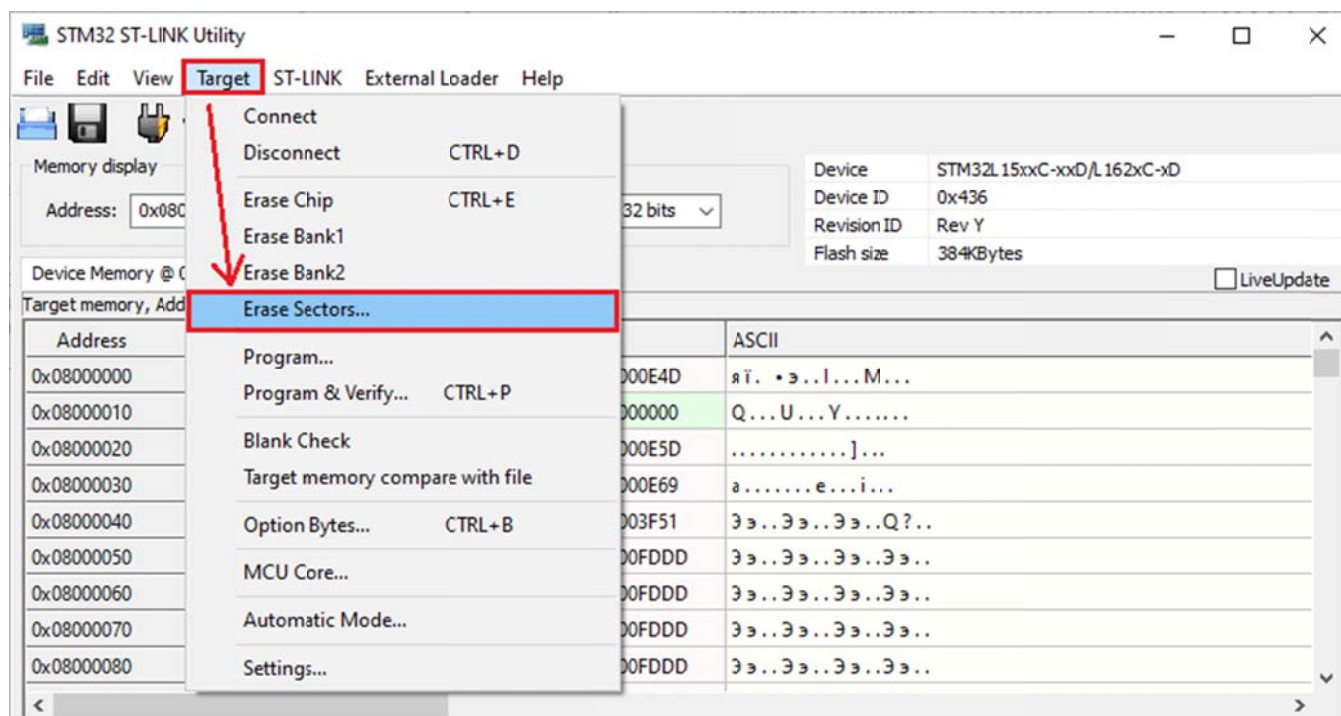

Рис. 7
8. Далее через пункт “Target” → “Erase Sectors...” необходимо очистить память маяка от текущей прошивки (рис.7)